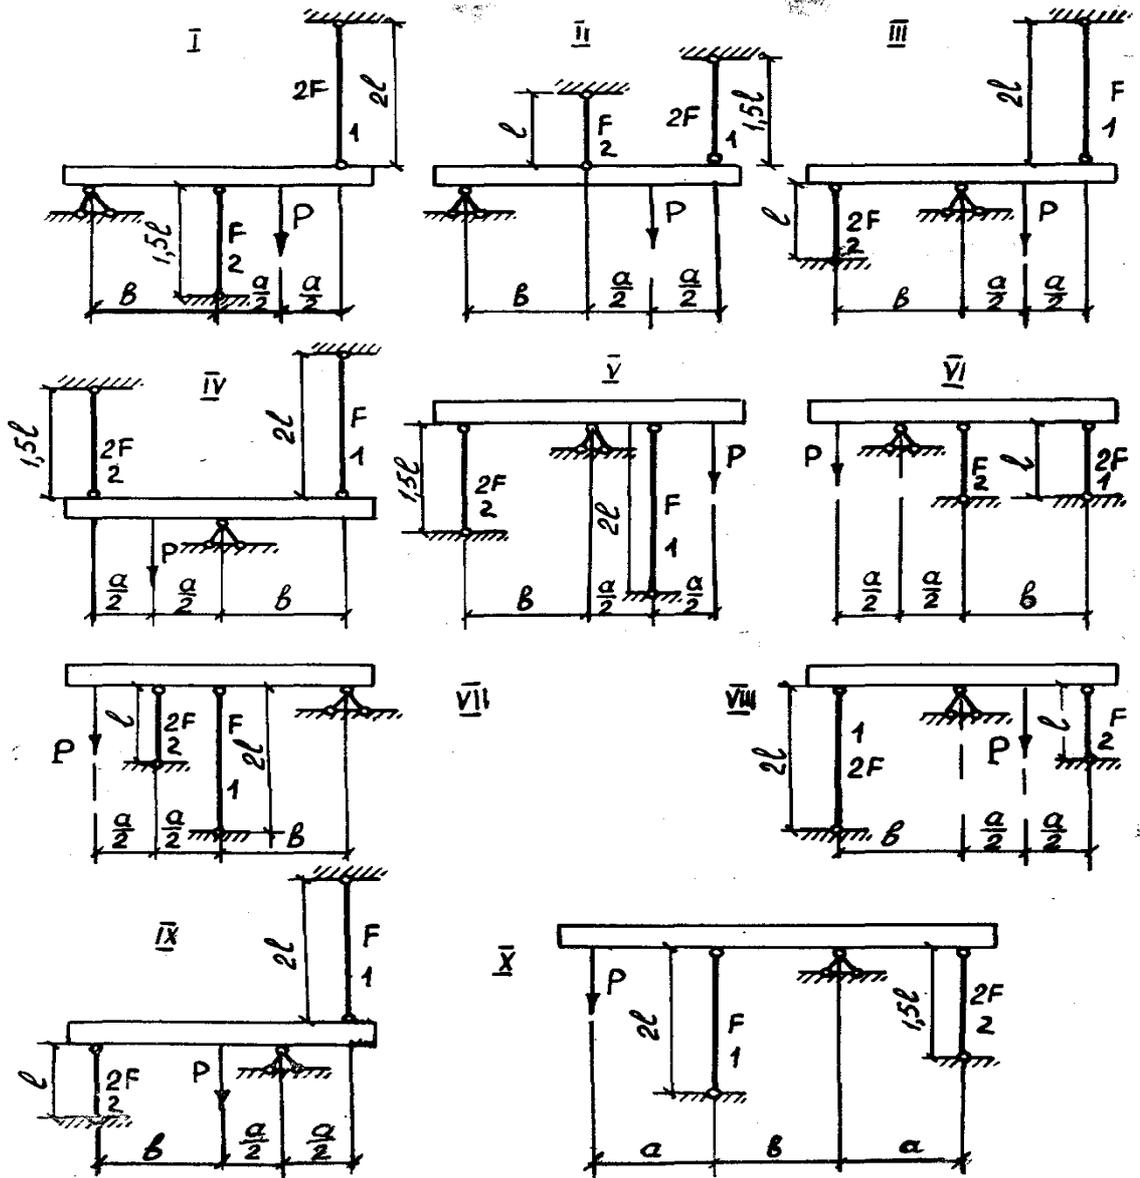

Рисунок 2
1. Определить усилия в стержнях, поддерживающих абсолютно жесткую балку (см. рисунок 2), от нагрузки P .